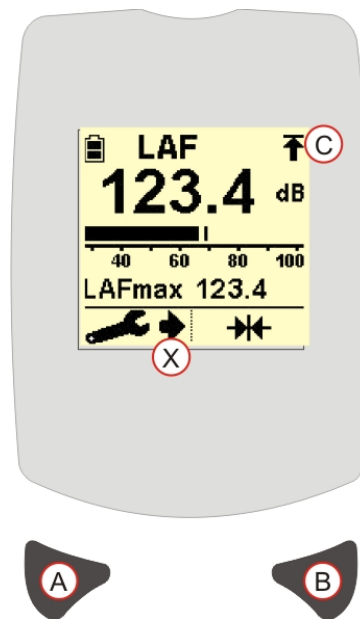

Figure 7 Réglages d'instrument
1. Les réglages d'instrument peuvent être changés depuis l'écran de mesure (voir la figure 7).
2. Appuyez et relâchez la touche gauche (A). Une flèche (X) sera affichée à côté de la touche Réglages pour indiquer que le Menu de réglages a été activé. Notez que le symbole de réinitialisation  sera remplacé par les réglages suivants pour être changé comme décrit ci-dessous.
3. Appuyez et relâchez la touche gauche (A) plusieurs fois pour faire défiler les écrans de réglage. Notez que les écrans affichés dépendront du modèle de CEL-200 acheté.
4. Appuyez sur la touche (B) pour modifier chaque réglage, comme décrit ci-dessous dans les sections A à G.
Veillez à sélectionner la plage de mesure correcte en fonction du climat sonore mesuré. Assurez-vous que le bruit mesuré se situe dans la plage sélectionnée. Si l'indicateur de dépassement de plage () est affichée, la plage incorrecte a été sélectionnée. (Consultez la figure 7[C]). Si le niveau sonore est inférieur à la plage de mesure sélectionnée '---dB' sera affiché.